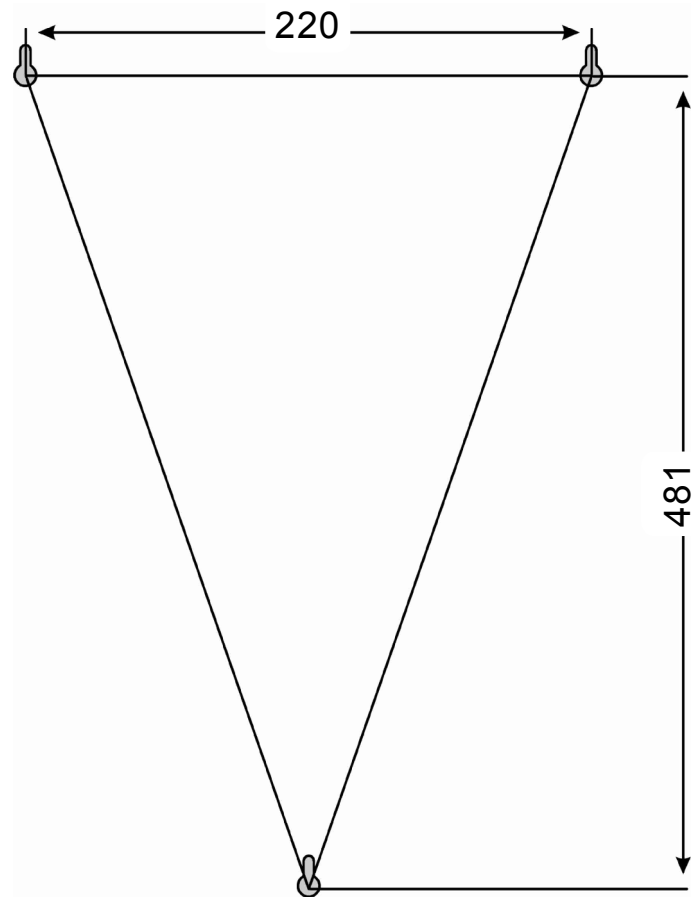

Рисунок 2
- 8.1 Відповідно до рис. 2 розмітьте розташування отворів кріплення УКІМО. Зробіть отвори Ø 10 мм для встановлення дюбелів (входять у комплект поставки). Встановіть дюбелі та закрутіть болти кріплення таким чином, щоб була можливість закріпити на них УКІМО без ризику падіння. Після встановлення УКІМО дотягніть болти кріплення для надійної фіксації.